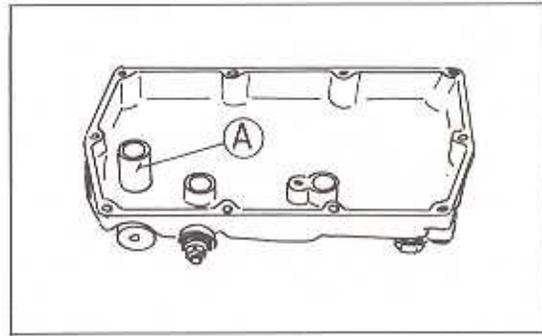

Bild 136
- Die Ölwanne vom Motorgehäuse abschrauben und abnehmen (Bild 136).